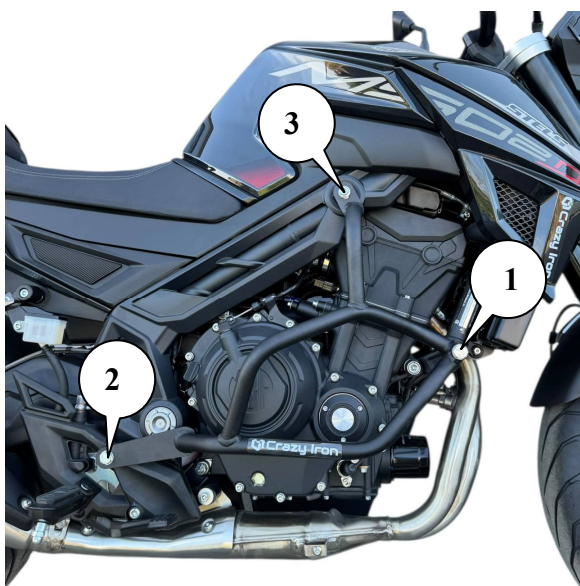

Рис.1. Установленная клетка вид справа
2. Приложите правую половину клетки к точке крепления правой стороны 1 (как это показано на рис.1).
5. Совместите крепежные отверстия на мотоцикле с монтажным отверстием в клетке точки №2 и №3 (см. рис.1) на правой стороне мотоцикла. Клетка при этом предварительно зафиксирована в точке №1.